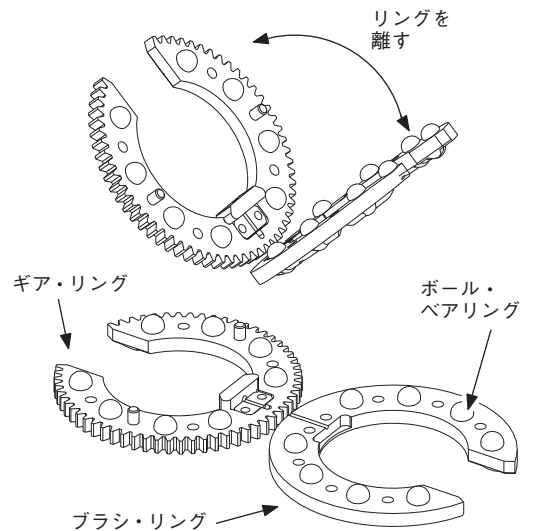

図 34：ギア・リングをブラシ・リングから取り外す
3. ギア・リングをブラシ・リングから完全に離します (図 34 参照)。ギア・リングを作業台の上に平らに置きます。